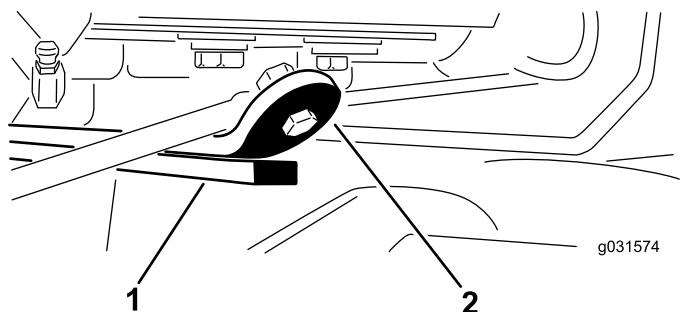

Bild 15
3. Lassen Sie den Motor an, heben die Schneideinheiten an und stellen Sie sicher, dass der Abstand zwischen der Abnutzungsleiste an der Oberseite der Heckschneideinheit und des Stoßstangenstreifens zwischen 0,51-2,54 mm liegt, siehe (Bild 15).